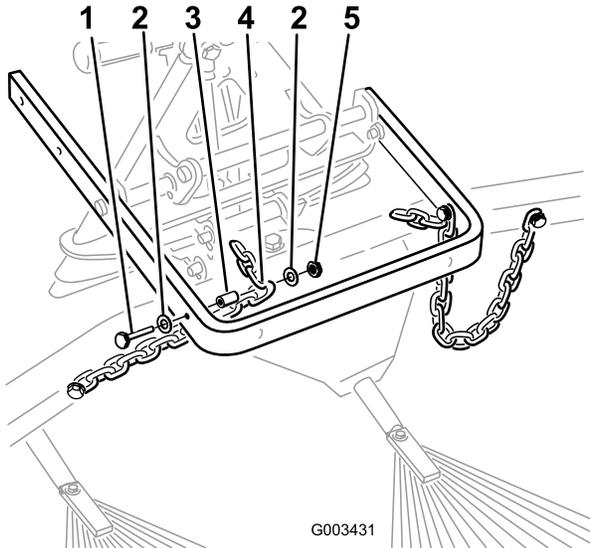

Figura 12
- Fissate il terzo anello di ciascuna catena all'interno del braccio di sollevamento per mezzo di un bullone (3/8 x 2-1/2 poll.), due rondelle (3/8 x 7/8 poll.), un distanziale e un dado di bloccaggio (3/8 poll.) (Figura 12).